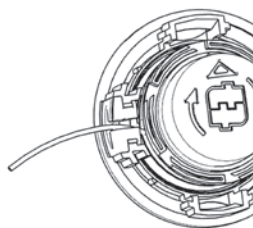

Рис. 25
2. Продеть конец режущей лески через металлические адаптеры, совместить верхнюю крышку с фиксатором катушки и сильно надавить на них, пока не услышите отчетливый звук щелчка (рис. 25 и 26).